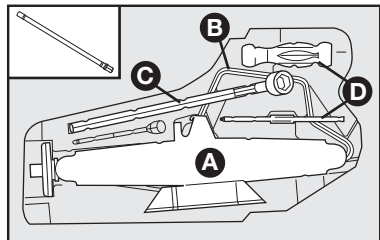

fig. 5
- Retirar o macaco **A-fig. 5**, a alavanca de acionamento do macaco **B-fig. 5**, chave de rodas **C-fig. 5**, chave de fenda **D-fig. 5** e a chave extensora (detalhe-**fig. 5**), localizada atrás do macaco.